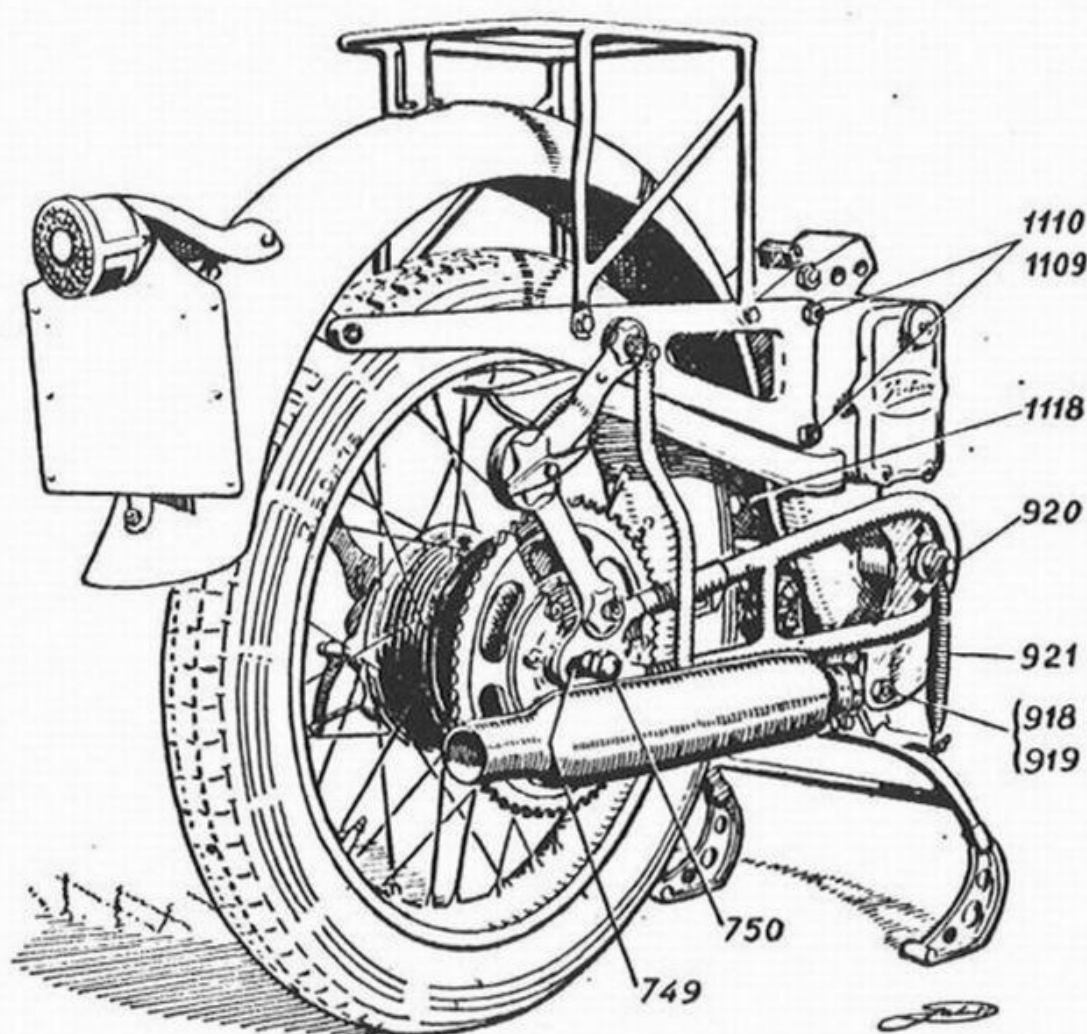

Fig. 23 - Smontaggio della parte posteriore del telaio
22) Smontaggio della parte posteriore del telaio (fig. 23).